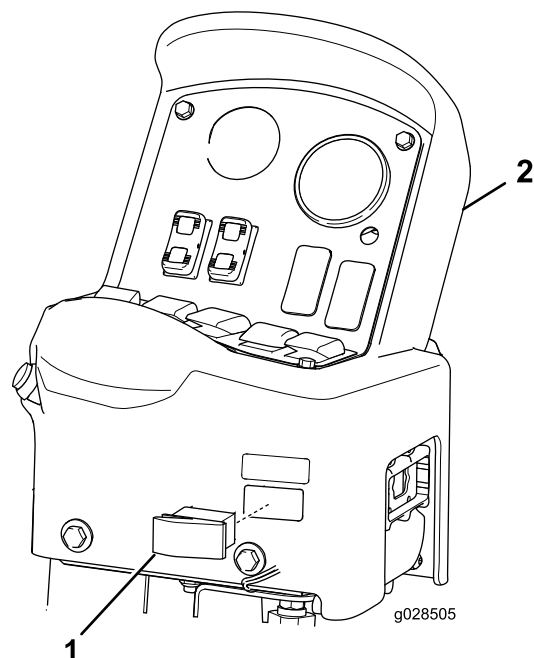

Figura 11
3. Montate l'interruttore a bilanciere nell'apertura del quadro di comando (Figura 11) fino a quando l'interruttore non scatta in posizione.
1. Rimuovete l'interruttore di accensione dalla superficie inferiore destra del quadro di comando (Figura 11).